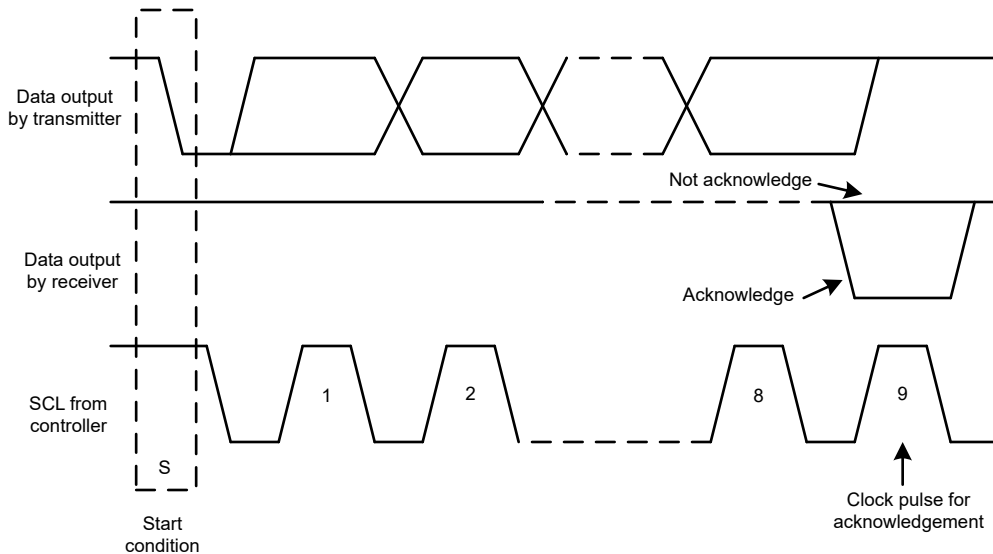

图 7-13. I²C 总线上的确认和非确认
除了特定的时序信号外，I²C 接口还使用串行字节。在每个字节结束时，第九个时钟周期产生并检测确认信号。确认是指 SDA 线在第九个时钟周期的高电平期间被拉低。非确认是指 SDA 线在第九个时钟周期的高电平期间保持高电平，如 图 7-13 所示。
- 在第 9 个 SCL 周期的整个高电平期间拉低 SDA 线来生成确认，如图 7-13 所示。当控制器检测到此确认时，则表示与目标的通信链路已建立。